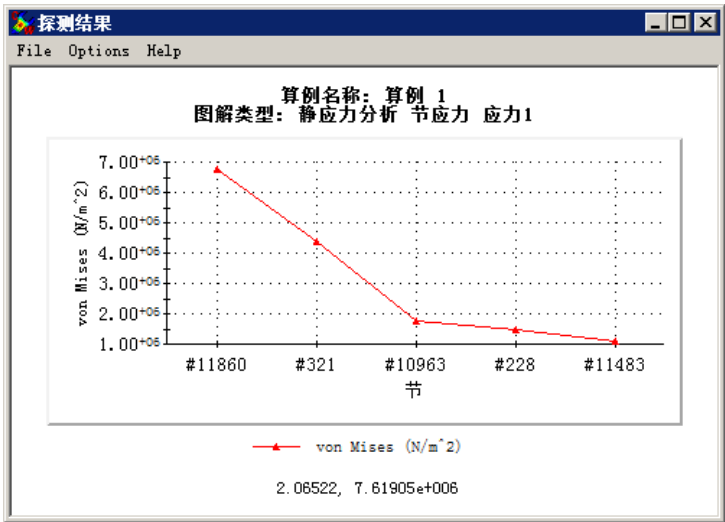

图 12.3.45 “探测结果”图表
Step4. 查看探测结果图表。在对话框的 **报告选项** 区域中单击“图解”按钮 ，系统弹出图 12.3.45 所示的“探测结果”图表。